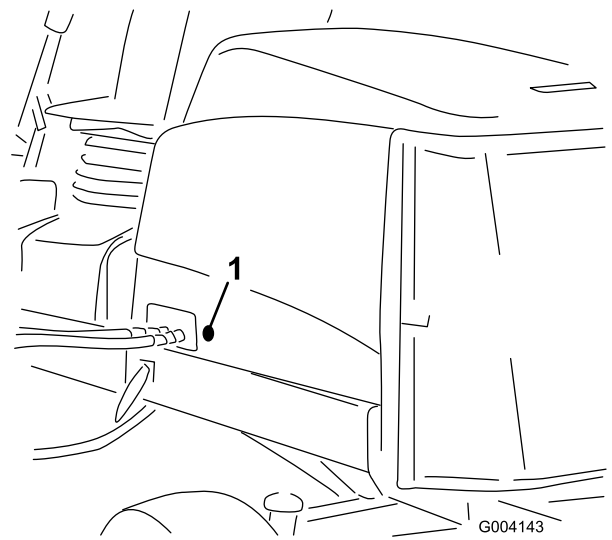

図 35
2. フードの左側についているゴム製のハトメを取り外す図 35。